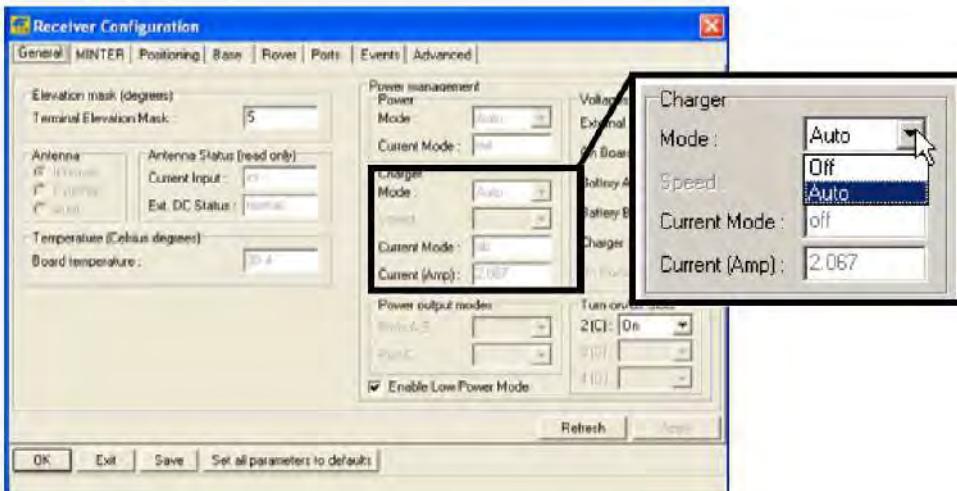

Рисунок 2-10. Выбор режима зарядного устройства
4. В области *Charger* (Зарядное устройство) щелкните на выпадающем списке *Mode* (Режим) и выберите в нем нужный режим зарядки (см. рис. 2-10). Поле *Current Mode* (Текущий режим) указывает на заряжающуюся батарею: а, б или off (батареи не заряжаются).